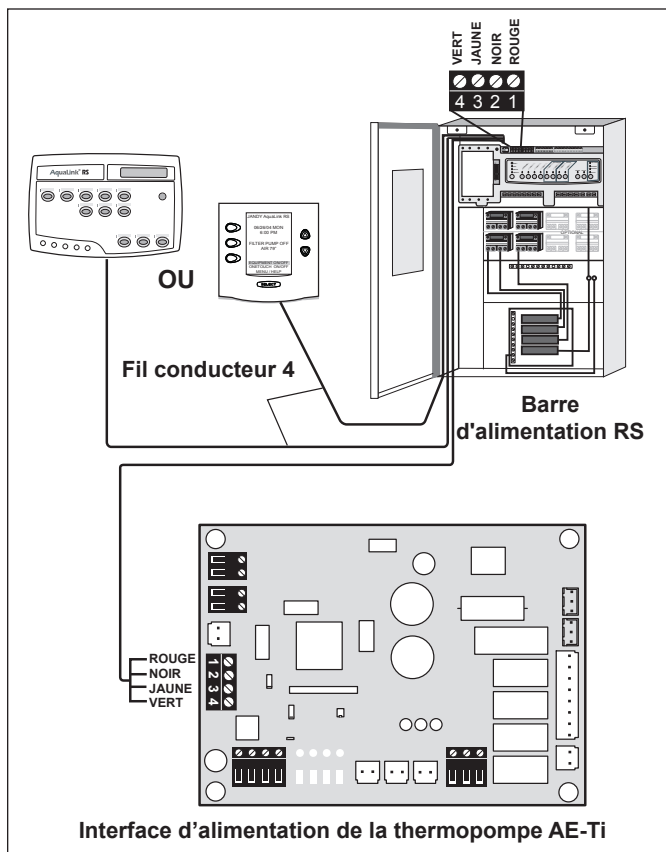

Figure 14. Branchement de la thermopompe EE-Ti au centre d'alimentation
1. Confirmez la compatibilité des révisions de logiciel de la thermopompe EE-Ti et de l'AquaLink RS (Voir Figure 14).